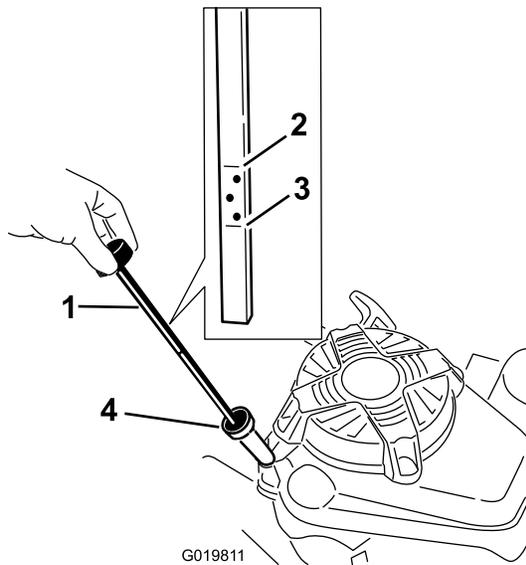

Figure 4
3. Si le carter est vide, remplissez-le aux 3/4 en versant de l'huile par le goulot de remplissage (Figure 4).
6. Relevez le niveau d'huile indiqué sur la jauge (Figure 4).